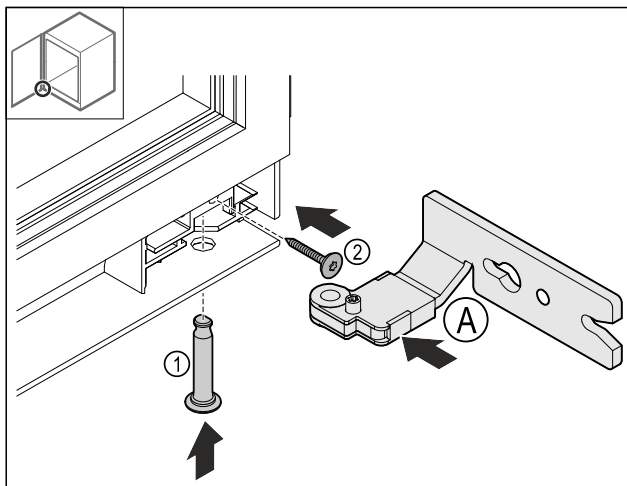

Fig. 28
- Onderste scharnier Fig. 28 (A) plaatsen.
- Bouten Fig. 28 (1) plaatsen en vasthouden.
- Schroef Fig. 28 (2) vastdraaien.